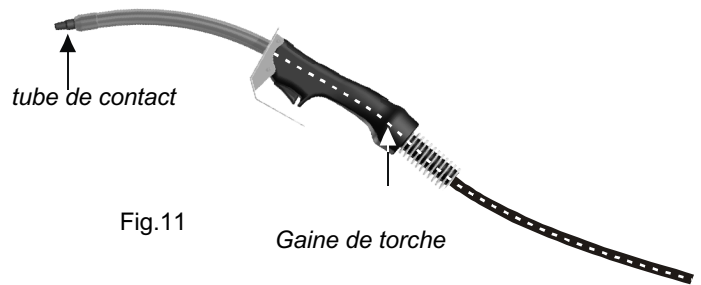
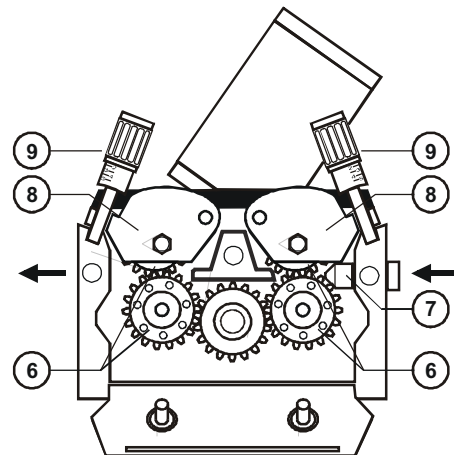

Fig.11
Fig.13
5.5 – Vérifier la correspondance entre le tube de contact et la gaine de la torche, (Fig.11) avec diamètre de fil.
- Ouvrir les leviers de pression du fil (8-Fig.13).
- Faire avancer manuellement le fil quelques centimètres a travers la guide d'entrée de fil, (4-Fig.13), les galets (6-Fig.13) et torche (Fig. 11 et 12). Si nécessaire, arrondir avec une lime l'extrémité du fil pour éviter endommager la gaine de la torche.
5.7 – Fermer les leviers de pression de fil (8-Fig. 13) et régler la pression sur le fil en serrant soigneusement les vis de pression (9-Fig. 13) :